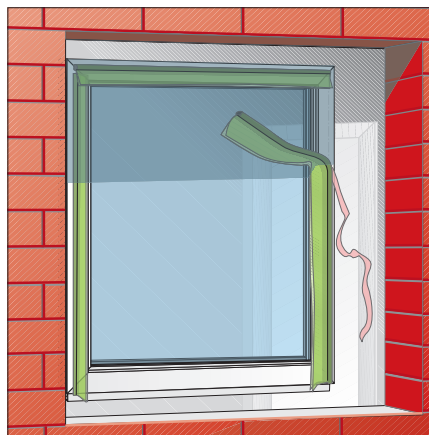

Bild 1: illbruck TP601 illmod a mit der Selbstklebung am Fensterrahmen fixieren.
- illbruck TP601 illmod a wird mit der Selbstklebung am Rahmen mit einem Andruckroller fixiert (Bild 1).